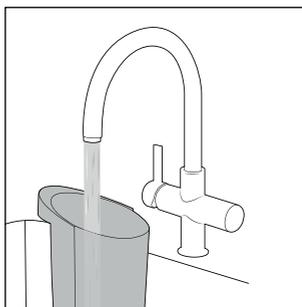

Fig. 23
- ◆ Sciacquare il contenitore dell'acqua sporca **2** sotto acqua calda corrente (vedere fig. 23).